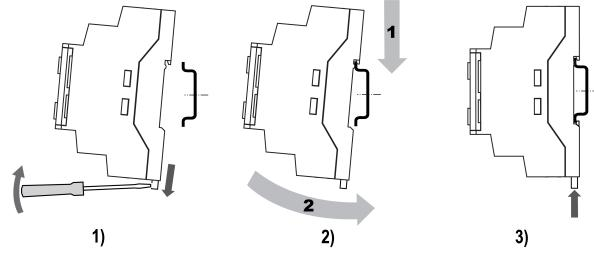

Рисунок 1 – Монтаж и демонтаж прибора
- Вставить отвертку в проушину, оттянуть защелку (см. рисунок 1, 1). Прибор установить на DIN-рейку.
- Прибор прижать к DIN-рейке (см. рисунок 1, 2, стрелки 1 и 2). Отверткой вернуть защелку в исходное положение.